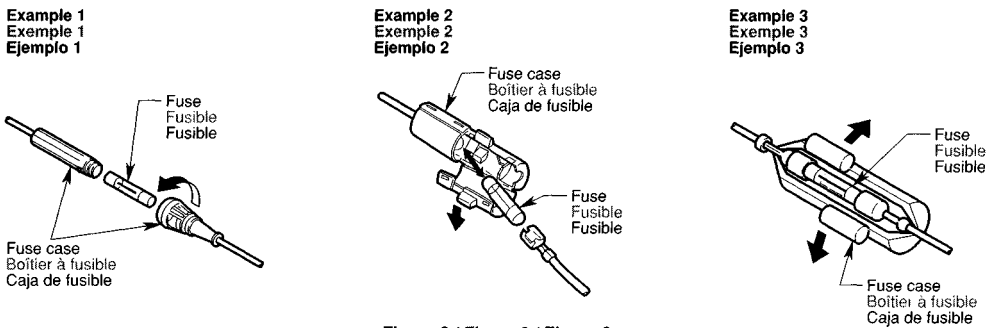

Figure 9 / Figure 9 / Figura 9
- 4 To replace the fuse, open the lock on the source unit side, remove the old fuse and insert the new one (Figure 9)
- 4 Pour remplacer le fusible, ouvrir le loquet sur le côté de l'appareil pilote, retirer l'ancien fusible et insérer le fusible neuf (Figure 9)